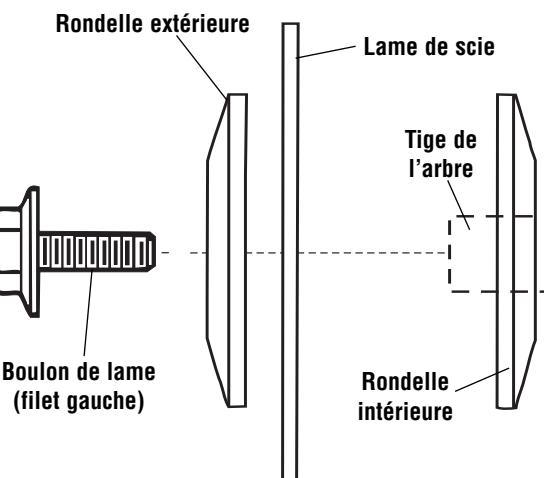

Figure 2. Ferrures de lame
- Enlevez le boulon de lame, la rondelle extérieure et la lame. N'enlevez pas la rondelle intérieure (Figure 2).